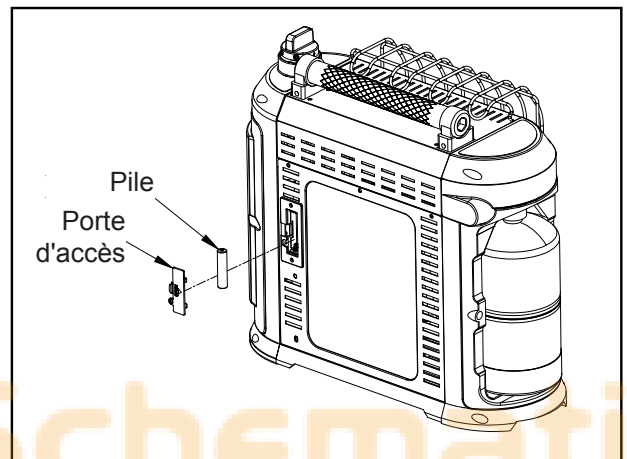

Fig. 2a - Emplacement de la batterie pour le système d'allumage électronique
2. Insérez la pile AAA (incluse) dans le compartiment à piles comme indiqué sur la figure 2a.